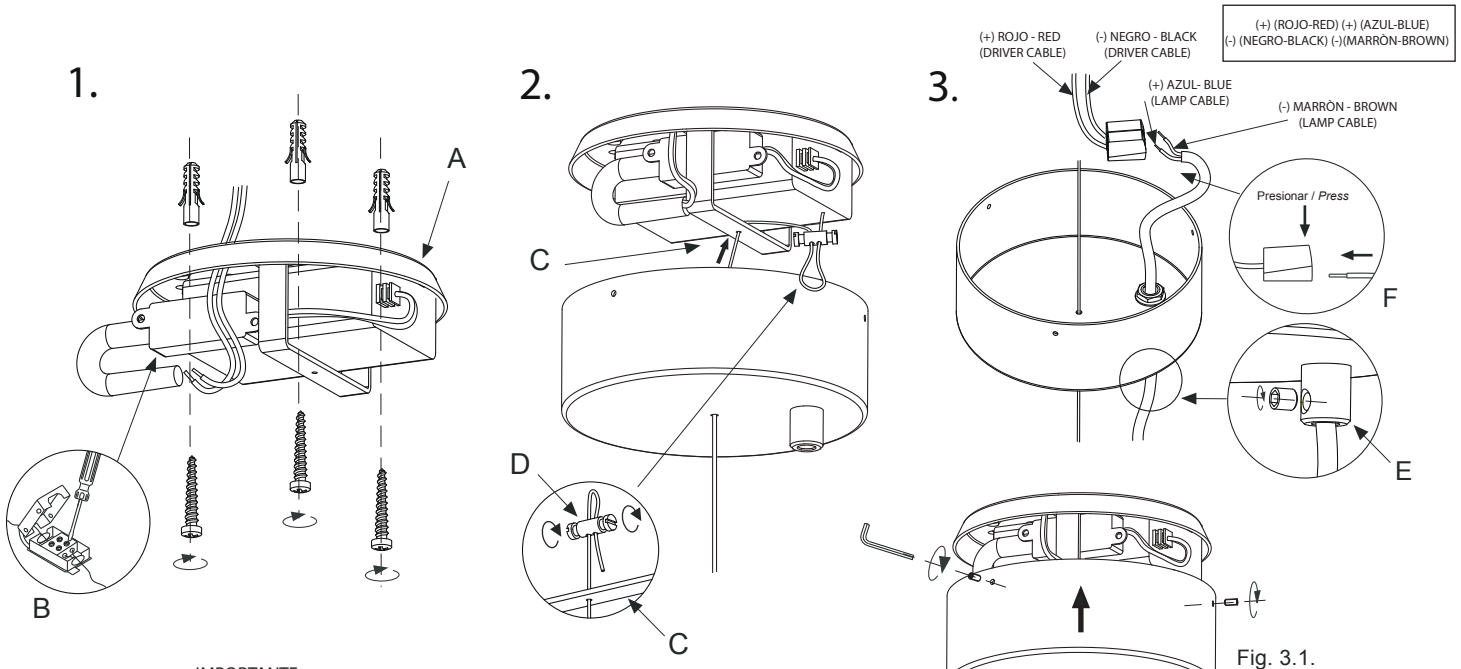
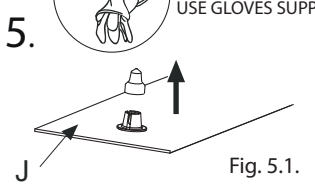
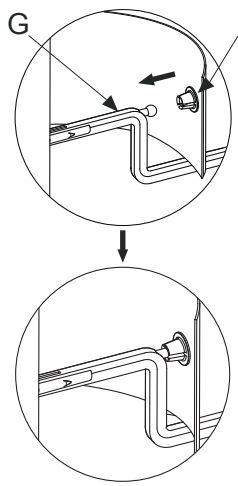
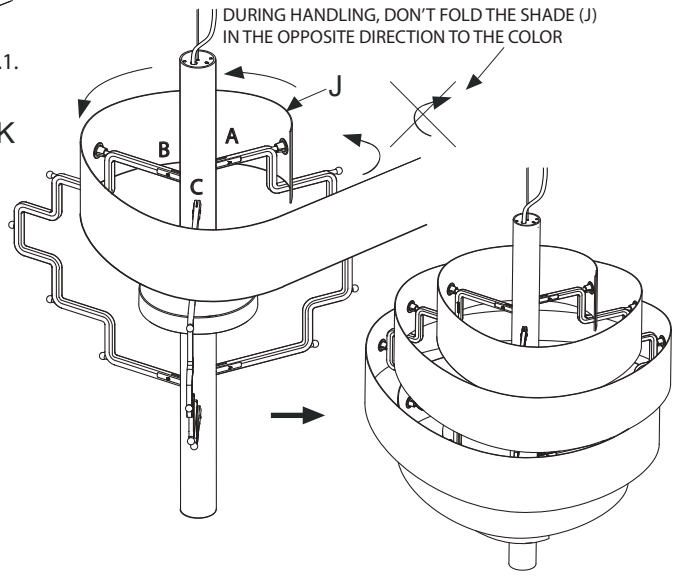

Fig. 3.1.
Fig. 5.1.
Fig. 5.2.
Fig. 5.3.
1. Fijar el soporte (A) en el techo utilizando los tornillos y tacos suministrados, pasando los cables de red por el orificio. Realizar la conexión eléctrica en la caja de empalmes (B).
2. Pasar el cable de acero por el agujero del florón y por el del soporte (C) y asegurarlo con el sujetacables (D) con la medida deseada.
3. Pasar el cable eléctrico a través del prensacables (E) del florón. Atornillar el prensacables. Hacer la conexión eléctrica en los conectores (F). Fijar el florón mediante los tornillos suministrados (Fig. 3.1.).
4. Colocar los tres brazos (G) en los ejes (H) haciendo coincidir las letras que aparecen en los tres brazos y en los ejes.
1. Fix ceiling plate (A) using the plugs and screws provided passing the power cable through the hole. Make the electrical connections in the junction strip (B).
2. Feed the steel wire through the hole in the ceiling rose and through the bracket (C) and secure it using the cable clamp (D).
3. Pass the electric cable through the wire clamp (E) in the ceiling rose and tighten the wire clamp to bind the electric cable (Fig.3.1.). Make the electrical connections in the connectors (F). Attach the ceiling rose making use of the screws provided (Fig.3.2.).
4. Place the three arms (G) in the spindles (H), matching up the letters on the three arms and the spindles.
5. We recommend using the gloves provided to handle the shade. Remove the 15 connector guards from the shade (J) (Fig. 5.1). Clip the connectors (K) to the arms (G) (Fig. 5.2). **IMPORTANT:** start at the highest point (corresponding to letter A) and clip in an anti-clockwise direction (A,B,C) (Fig. 5.3).